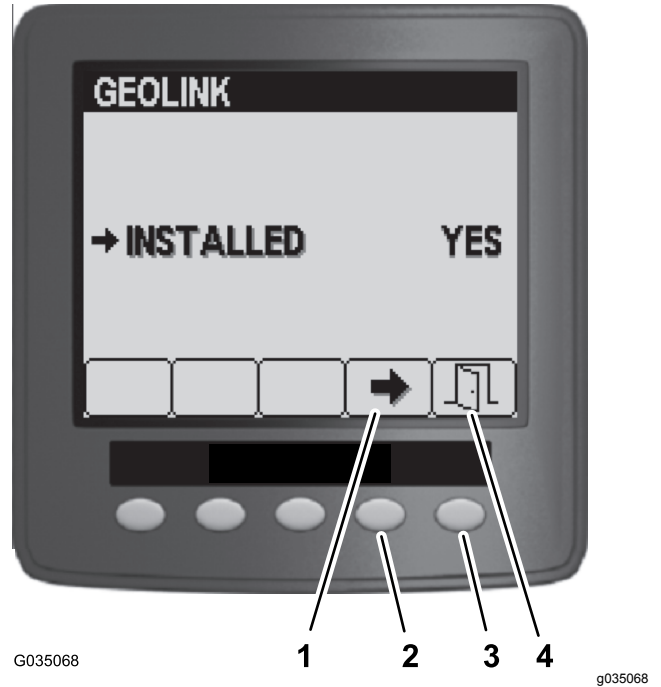

Figura 152
5. En el menú GeoLink, pulse el botón 4 para seleccionar la opción Yes (Sí) y pulse el botón 5 para guardar los ajustes y salir del menú (Figura 152).